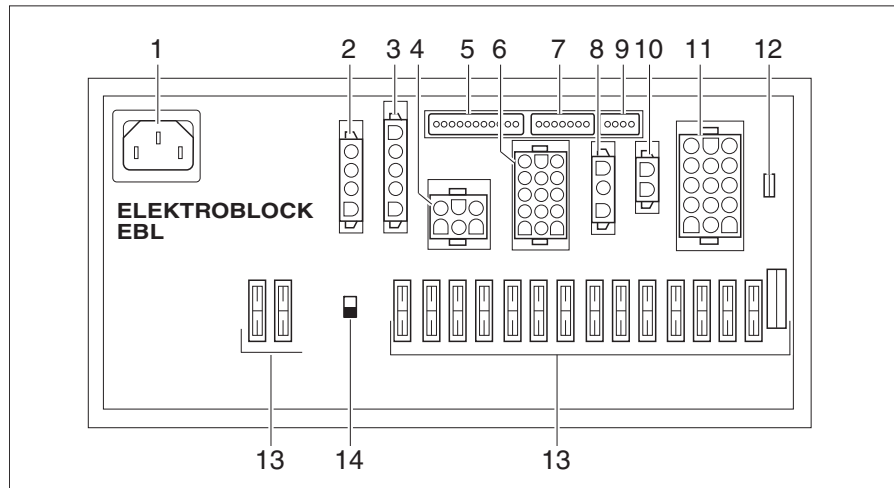

Bild 266 Elektroblock (EBL 102)
Einbauort Je nach Modell ist der Elektroblock (Bild 266) in der Sitzkonsole unter dem Fahrersitz oder im Bereich der Garage bzw. der Barsitzgruppe (Globeline) eingebaut.
- ▷ Der Batterie-Trennschalter (Bild 266,14) trennt alle Verbraucher, die am Elektroblock angeschlossen sind, vom 12-V-Netz.